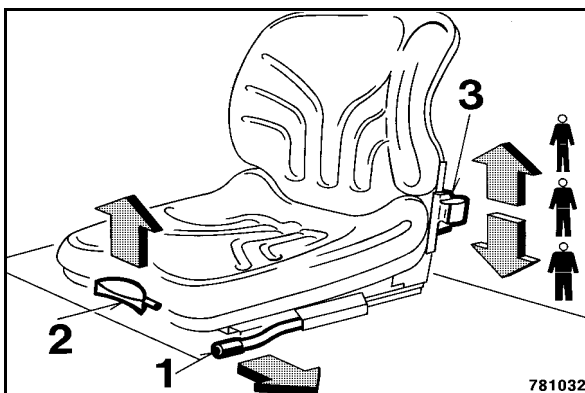

Fig. 52
- Tirer la manette 1 (Fig. 52) vers l'extérieur pour régler le siège en longueur.
- Tirer la manette (2) vers le haut pour régler l'inclinaison du dossier.
- Régler le siège au poids du conducteur au levier (3).